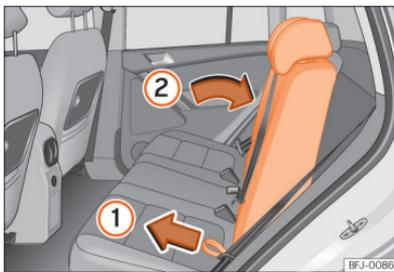

Abb. 93 Rücksitzlehne einstellen.
- Mit einer Hand auf die rechte oder linke Sitzlehne drücken und gleichzeitig mit der anderen Hand die entsprechende Schlaufe ziehen >>> **(Abb. 93) ①**.
- Bringen Sie die Sitzlehne durch Überwindung des Widerstands in die gewünschte Position **②**.